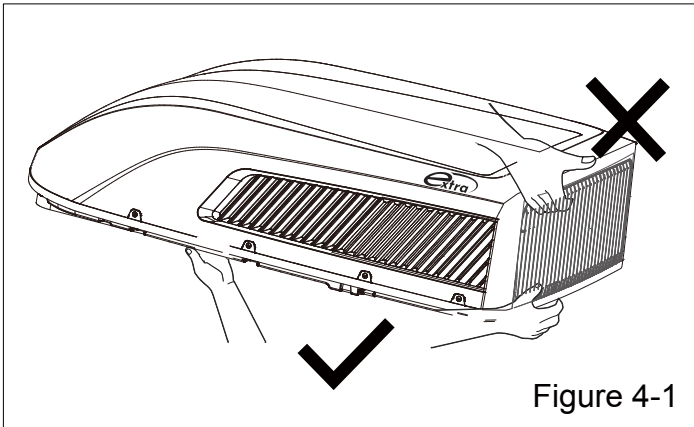

Figure 4-1
1) Lors du retrait de l'unité extérieure après le déballage, ne soulevez pas la grille de sortie d'air située à l'arrière du boîtier extérieur (voir Figure 4-1).